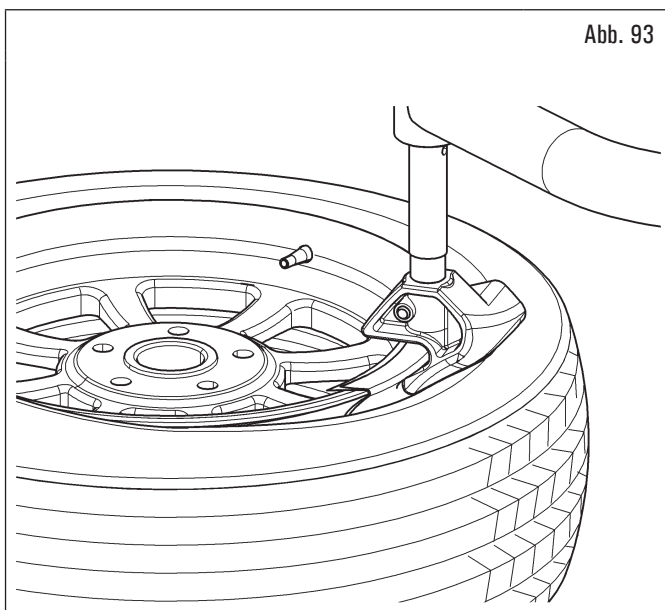
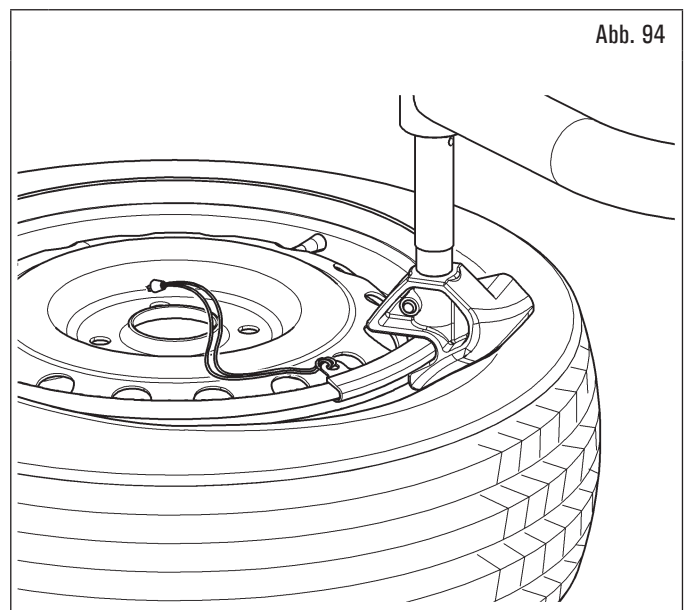

Abb. 93
Abb. 94
11. setzen Sie das Keilwerkzeug auf den Felgenreand am rechten Ende der Wulstschuttfolie (Abb. 93) oder des Wulstschutzes (Abb. 94), die auf den Rand der Felge aufgebracht werden;